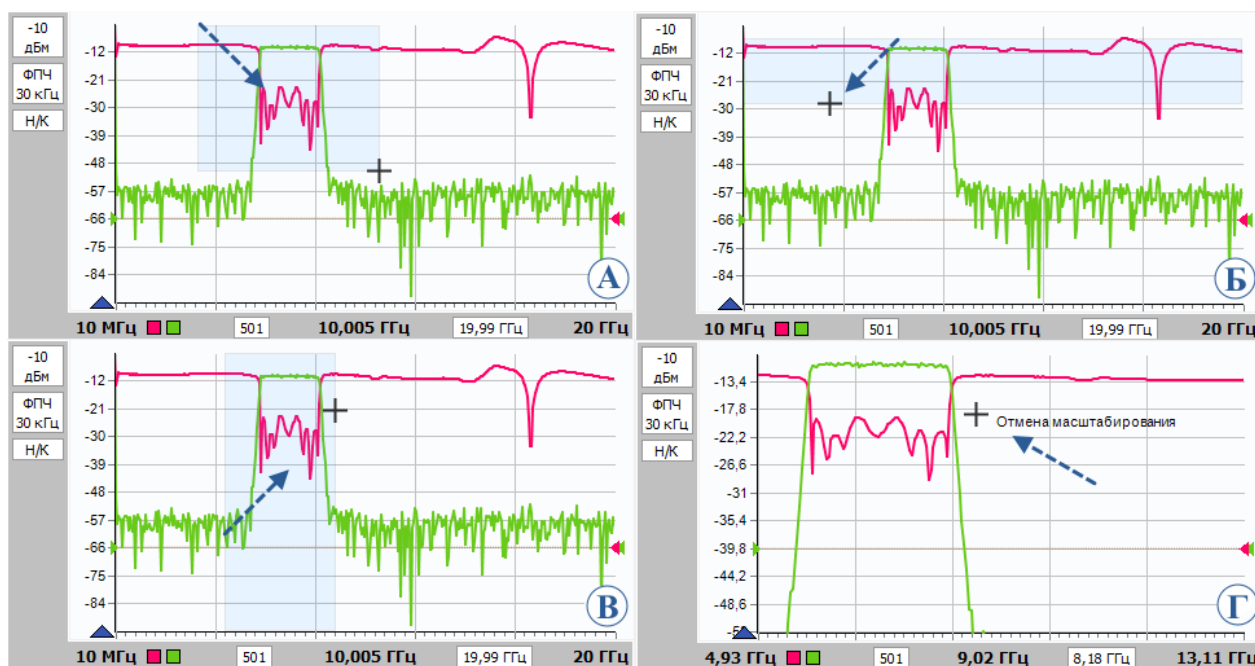

Рисунок 2.26 – Варианты графического задания масштаба и диапазона
- «влево-вниз» рисуются горизонтальные линии выделения по всей ширине диаграммы (рисунок 2.26 Б). После отжимания кнопки мыши изменяется только вертикальный масштаб выделенных трасс.
- «вправо-вверх» рисуются вертикальные линии выделения по всей высоте диаграммы (рисунок 2.26 В). После отпускания кнопки мыши изменяется только диапазон сканирования в соответствующих выделенным трассам измерительных каналов.
- «влево-вверх» отменяется последнее масштабирование (рисунок 2.26 Г). Можно последовательно отменить несколько операций масштабирования, если между ними не использовались функции «автомасштаба».